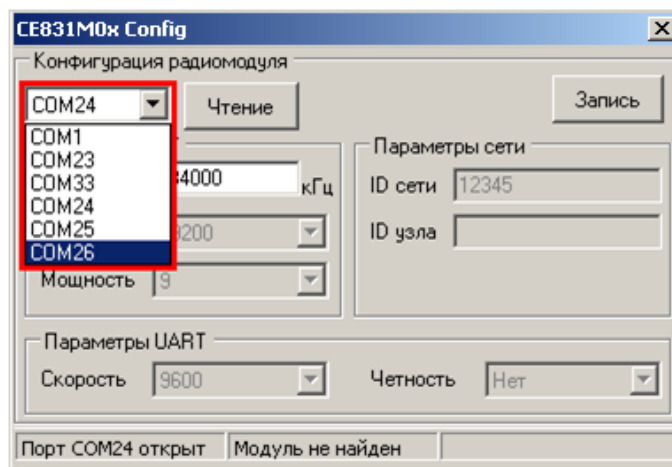

Рисунок 37 – Изменение номера используемого COM-порта
5.2.3.4.9 После выбора нового COM-порта необходимо дождаться сообщения в строке статуса (см. рисунок 37) о том, что открыт именно выбранный COM-порт (ожидание 1-3 сек.).